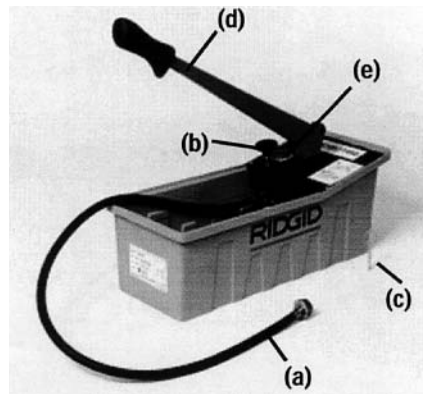

Fig. 1
2. Перед работой с насосом следует ознакомиться с расположением и функциями всех органов управления (рис. 1).
Инструкция по эксплуатации (см. рис. 1)